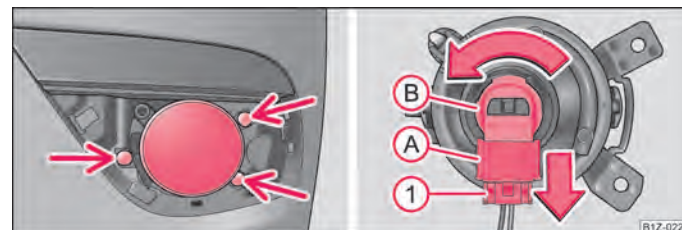

Fig. 187 Pare-chocs avant : Phare antibrouillard /phares antibrouillard : Remplacement de l'ampoule
- Retirez les vis ⇒ fig. 187 - gauche à l'aide du tournevis qui fait partie de l'outillage de bord ¹⁾.